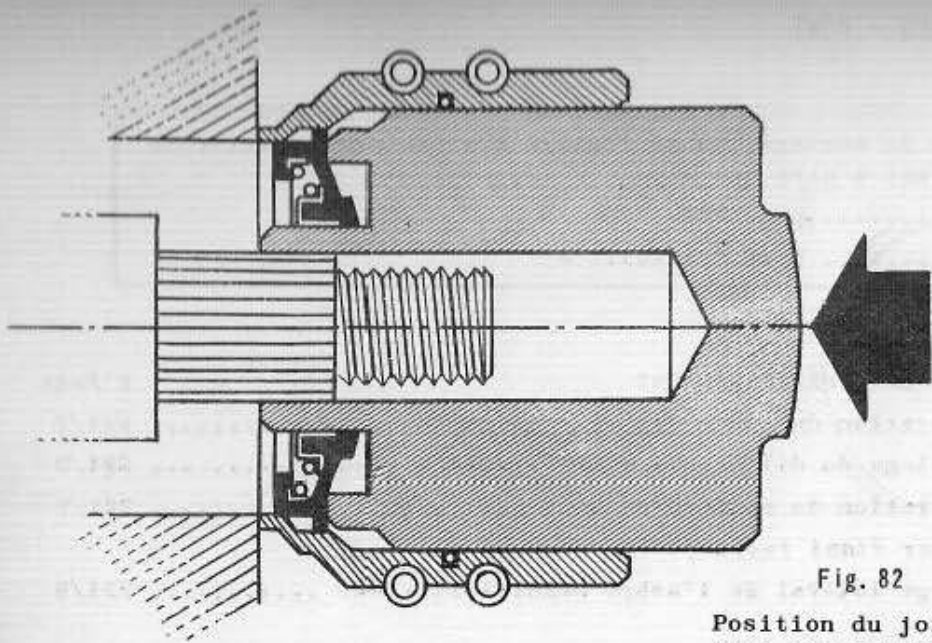
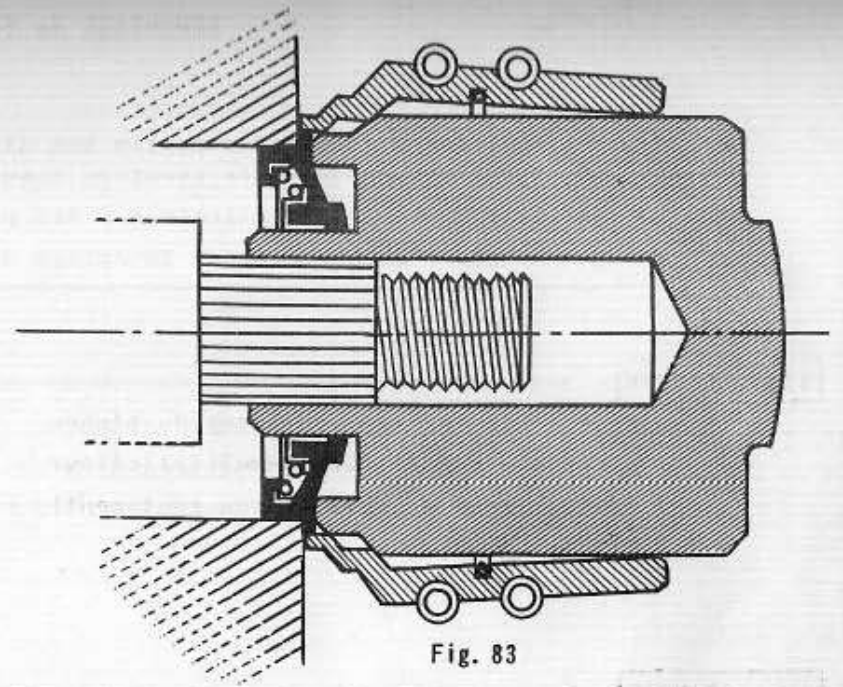
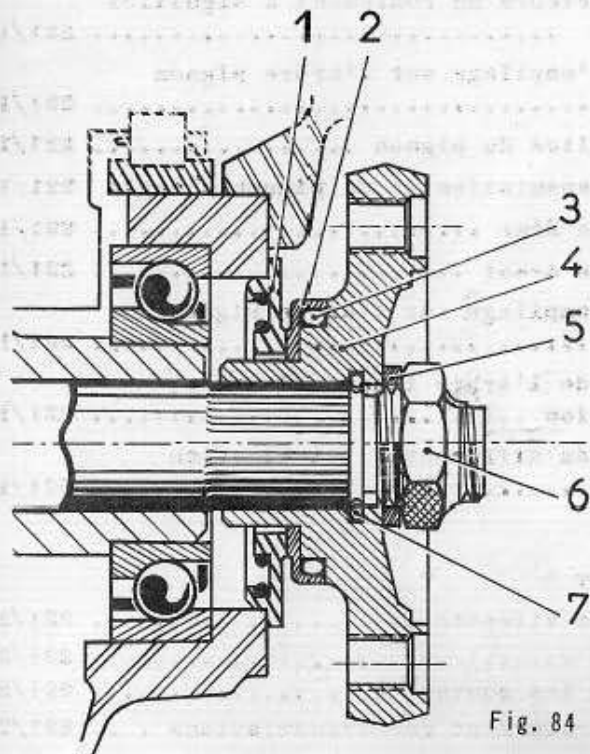

Fig. 82
Fig. 83
Fig. 84
Coucher le carter, sur le côté droit. Mettre en place la bague d'étanchéité (1 - Fig. 84) de sortie de pont. On peut utiliser l'outil Wilmonda DEX. Suiffer la bague, la placer à l'intérieur du mandrin extensible et au fond comme l'indique la Fig. 82. Engager le poussoir (2) à fond à la main et présenter l'ensemble sur la queue du planétaire, qui sert de centrage. Avec un maillet, chasser le poussoir jusqu'à mise en place complète de la bague (Fig. 83). Déposer le mandrin.